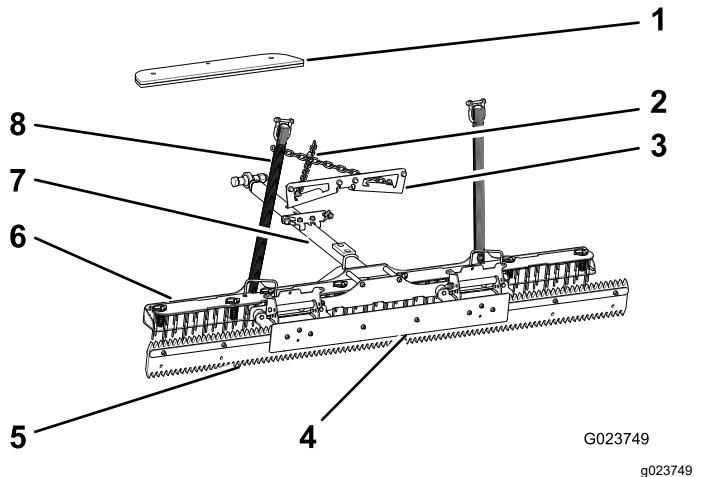

**Figura 9**
- Inserte los clavos hacia abajo a través de la placa de los clavos y la placa inferior (**Figura 9**).